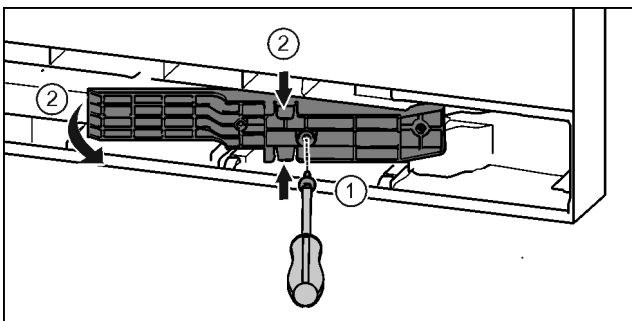

Fig. 20*
- ▶ Suelte los tornillos con el destornillador T15. Fig. 20 (1)*
- ▶ Extraiga la pieza adaptadora. Fig. 20 (2)*